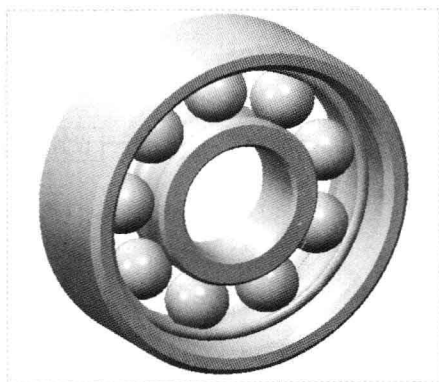

图 17-36 轴承效果
Step 14 弹出“选择”对话框，在模型树中选择模型，单击“确定”按钮，即可完成铁锤的渲染，此时即可完成轴承的制作，效果如图 17-36 所示。